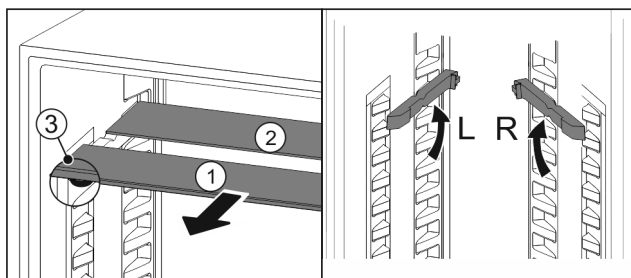

Fig. 176
- ▶ По одной извлеките Fig. 176 (1) стеклянные панели движением вперед.
- ▶ Стеклянная панель Fig. 176 (1) с декоративной планкой лежит спереди.
- ▶ Стопоры Fig. 176 (3) показывают вниз.